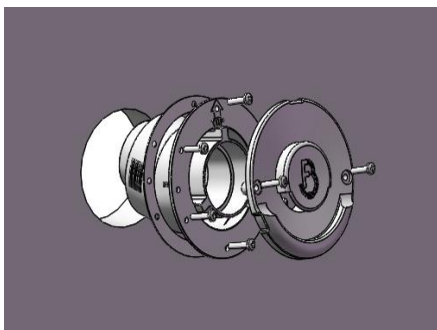
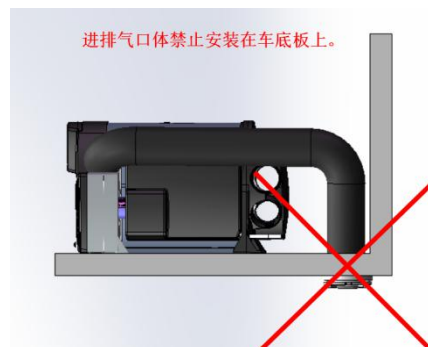

图 9
图 10
3. 进排气口体安装在车壁上，禁止安装在车底板上。如图 9、图 10 所示。